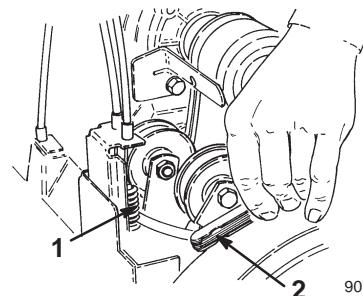

Bild 29
5. Halten Sie den Hebel und führen Sie eine 0,25 mm Führerlehre bei einer Spule in der Mitte der Feder ein (Bild 29).